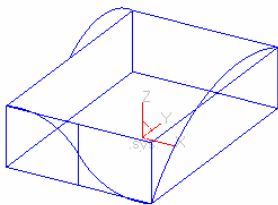

图 6-44 修剪圆
11) 选择下拉菜单“造型”→“曲线编辑”→“曲线裁剪”命令, 或者单击“线面编辑栏”工具栏上的“曲线裁剪”按钮 , 在立即菜单中选择快速裁剪和正常裁剪, 拾取被裁剪线 (选取被裁掉的段), 快速修剪圆, 如图 6-44 所示。